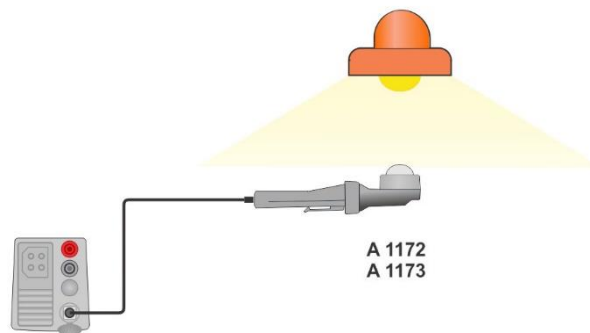

Abbildung 7.104: Positionierung der LUXmetersonde
- › Positionieren Sie die LUXmetersonde, siehe **Abbildung 7.104**. Stellen Sie sicher, dass die LUXmetersonde eingeschaltet ist.